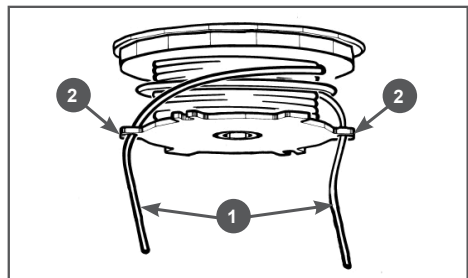

Рис. 12 Фиксация концов корда
- Зафиксируйте концы 1 корда (длиной примерно 10-15 см) в специальных пазах 2 на катушке (Рис.12).